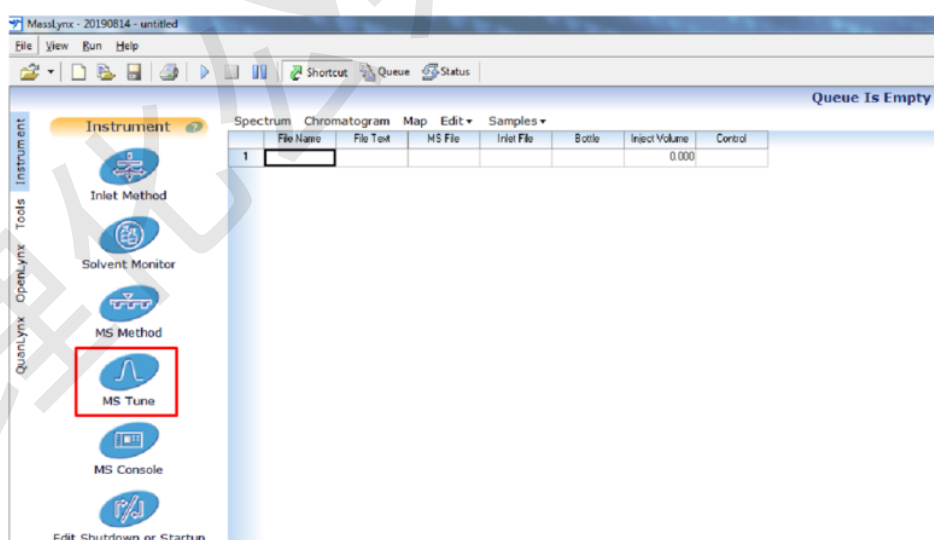
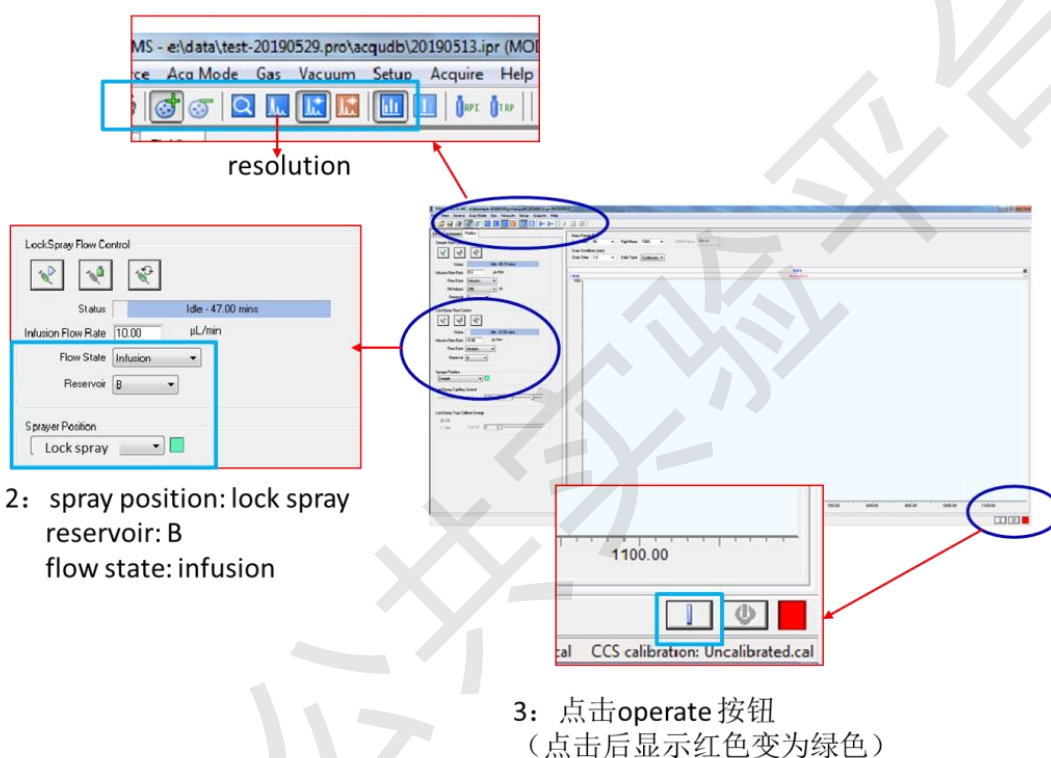

图 2.1 Masslynx 主操作界面 MS tune 选项
图 2.2 MS tune 操作窗口
Step1: 在 Masslynx 操作主界面，选择 MS tune 图标(图 2.1)，进入质谱操作界面(图 2.2)。
Step2: 在 MS 操作界面(图 2.2)，需要进行以下三项操作：